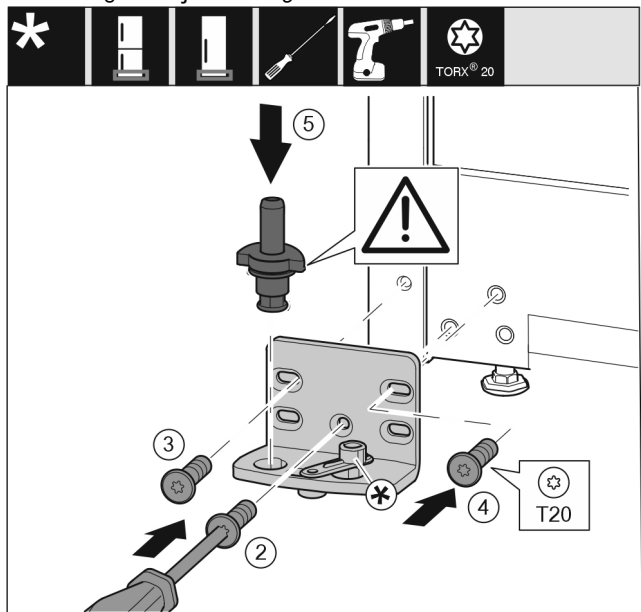

Fig. 36
- ▶ Lagerbus op de andere kant aanbrengen en met behulp van een schroevendraaier T20 vastschroeven. Met schroef 2 onder in het midden beginnen. Fig. 36 (2)
- ▶ Schroef 3 en 4 vastschroeven. Fig. 36 (3,4)
- ▶ Lagerbout volledig aanbrengen. Let op dat de vergrendelnok naar achter wijst. Fig. 36 (5)
- ▶ Lagerbus op de andere kant aanbrengen en met behulp van een schroevendraaier T20 vastschroeven. Met schroef 2 onder in het midden beginnen. (2)
- ▶ Sluitdemperverbinding 180° draaien. Aan de andere kant van de lagerbus met schroevendraaier T20 vastschroeven. (5)
- ▶ Lagerbout volledig aanbrengen. Let op dat de vergrendelnok naar achter wijst. (6)